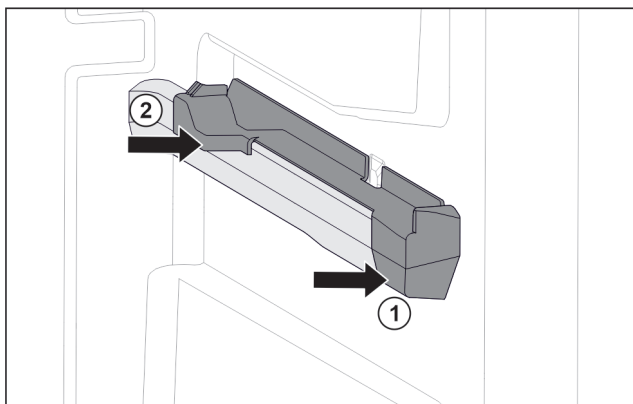

Fig. 60 Вставная часть на правом контейнерном ребре
- ▶ Наденьте вставную часть спереди на контейнерное ребро. *Fig. 60 (1)*
- ▶ Нажмите на вставную часть сзади. *Fig. 60 (2)*